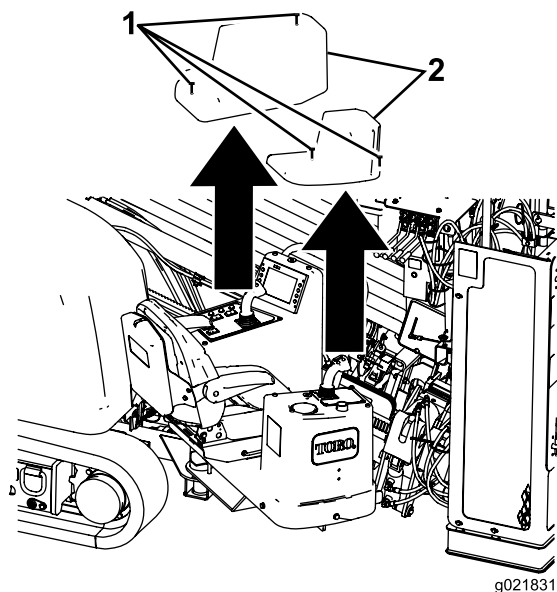

Рисунок 37
3. Ослабьте 4 винта крепления крышек пультов оператора и снимите крышки (Рисунок 37)